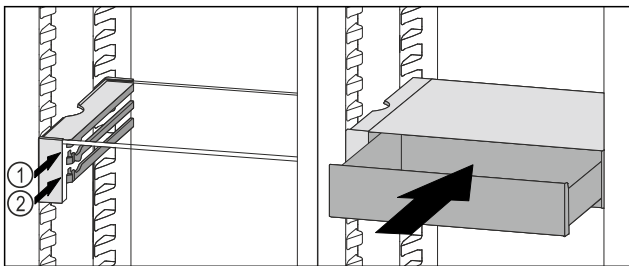

Fig. 124
- ▶ Установите выдвижной ящик VarioSafe за стопоры на требуемый выступ Fig. 124 (1) или Fig. 124 (2).